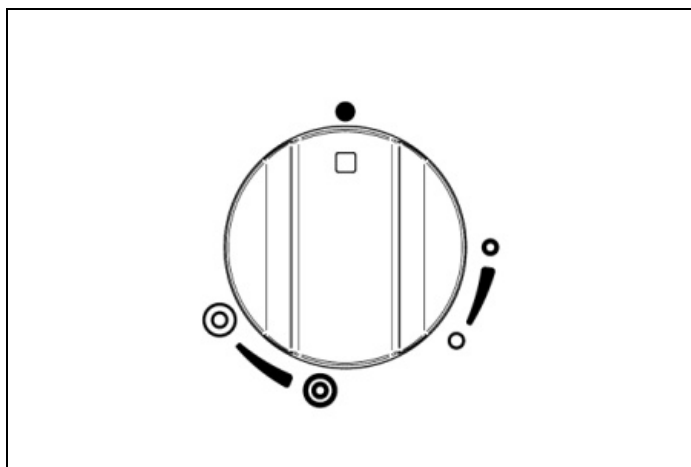
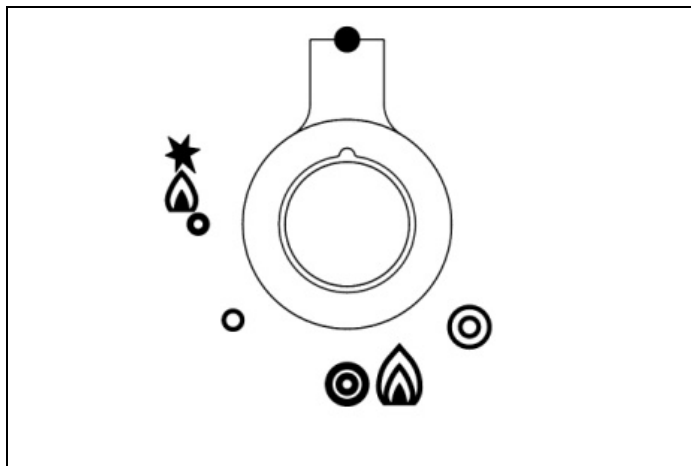

Fig. 18
Fig. 19
- Per accendere il bruciatore centrale, premere la manopola di controllo (Fig. 18 e Fig. 19) e ruotare in senso antiorario fino alla posizione del singolo anello in grassetto.